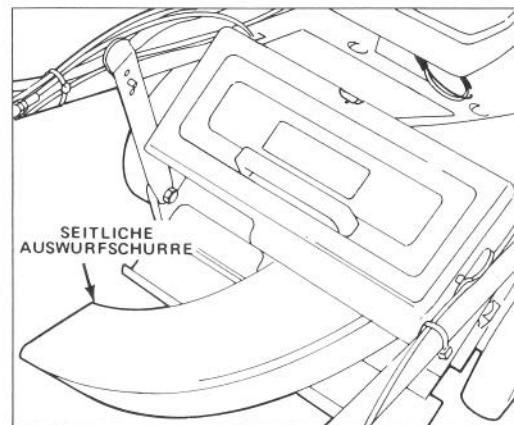

Bild 8
**SEITAUSWURF** – Schnittgut mit dem als Zubehör erhältlichen, rückwärtig montierten Seitauswurf, der sich in Sekundenschnelle anbringen lässt, entfernen. Die Gestaltung ermöglicht Trimmen auf beiden Seiten (Bild 8).